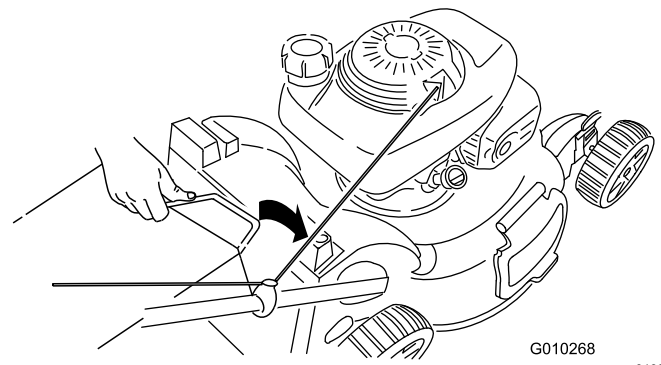

Bild 31
3. Setzen Sie den Fangkorbgriff in die Kerben oben an der Maschine ein (**Bild 31**).